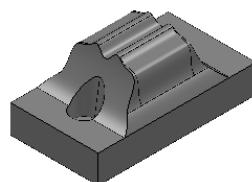

图 2-130 打开范例文件
2) 选择下拉菜单中的“文件”→“范例”命令, 弹出“打开范例”对话框, 选择“touying.dkg”(“随书光盘:\第 2 章\exercise17\uncompleted\touying.dkg”)文件, 单击“打开”按钮即可, 如图 2-130 所示。